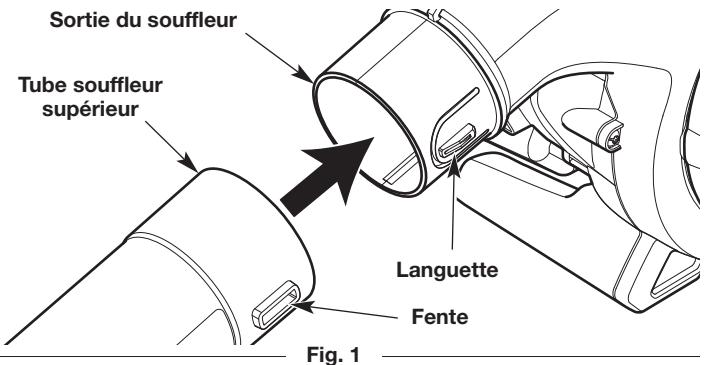

Fig. 1
- Alinez les fentes du tube du souffleur supérieur avec l'onglet de la sortie du souffleur (Fig. 1).
- Insérez le tube de souffleur supérieur sur la sortie du souffleur jusqu'à ce que l'onglet s'enclenche sécuritairement dans la fente (Fig. 1).